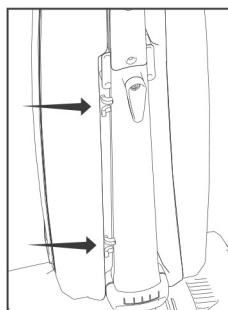

Fig. 1
1. Faites passer le cordon dans les guides inférieur et supérieur à l'arrière du sac de l'aspirateur (Fig. 1).